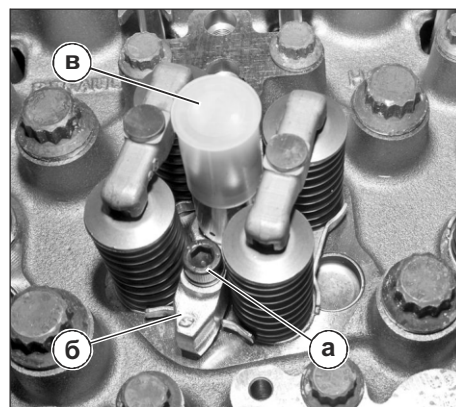

Рис. 59. Снятие форсунок.
3. Отвернуть болты (а) (300144) крепления скоб форсунок (см. Рис. 59).
4. Вынуть форсунки (в) (650.1112010) (см. Рис. 59).
5. Снять скобы крепления форсунок (б) (650.1112163) (см. Рис. 59).